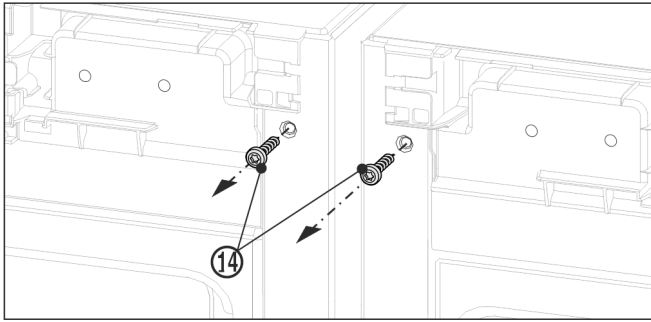

Fig. 11
- ▶ Voor de montage van het bovenste hoekstuk beide aardingsschroeven Fig. 11 (14) eruit draaien.